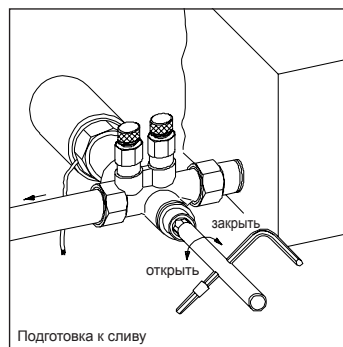

рис. 3
- 3 Ослабить шток вентиля шестигранным ключом №10, поворачивая его влево (макс. на 1/4 оборота) (рис. 3).
- 3 Снять инструмент для заполнения и слива с арматуры и затянуть шток вентиля ключом №10 с макс. усилием 10 Нм (рис. 3).
- 4 Перекрыть шток вентиля, поворачивая его вправо шестигранным ключом №10 и затянуть с макс. усилием 10 Нм (рис. 3).